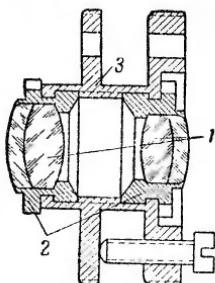

Рис. 99. Разрез обрачивающей системы:
**Обрачающая система** (рис. 99) состоит из четырех линз, склеенных по две. Каждая пара